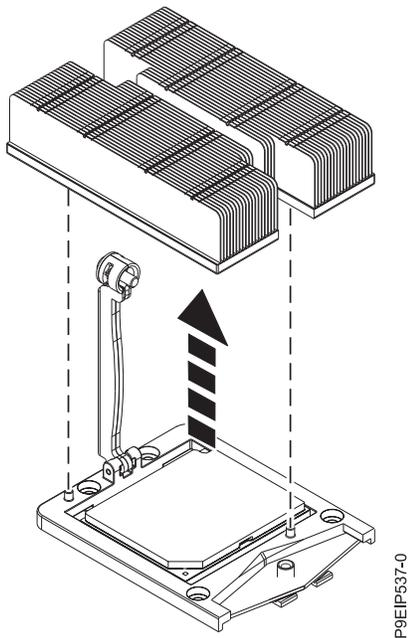

Figura 42. Extracción del disipador térmico
5. Sujete el disipador térmico y extráigalo levantándolo verticalmente, como se muestra en la Figura 42.